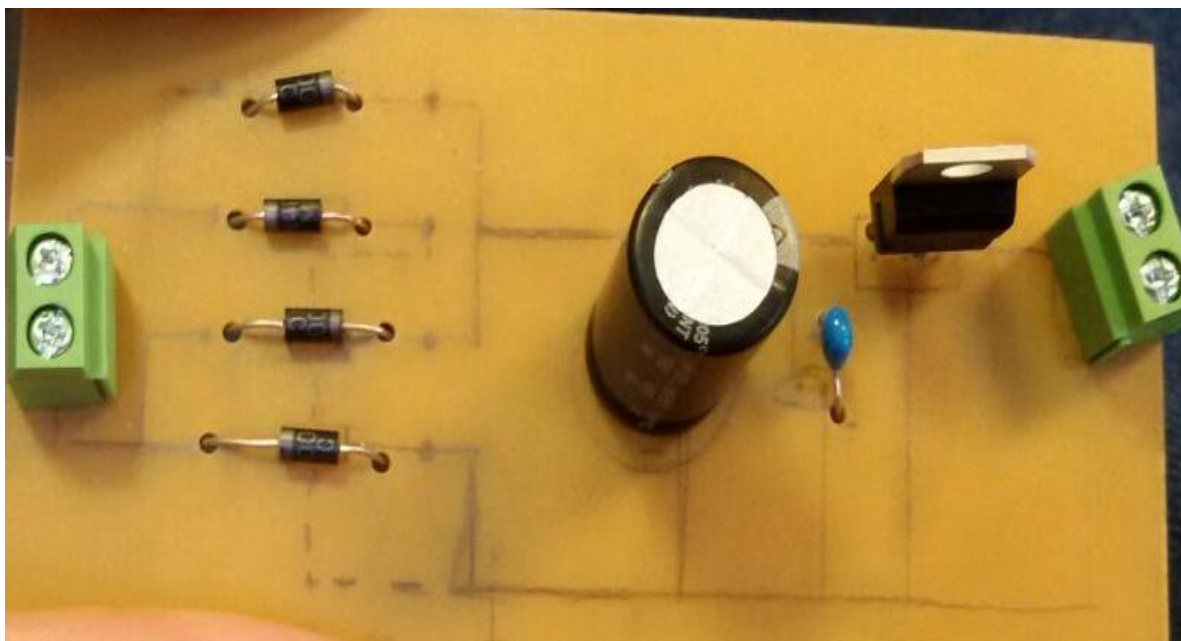

Imagen 2.5
Paso 5: Colocamos los componentes en sus respectivos lugares en la base de la placa (**Imagen 2.5**).